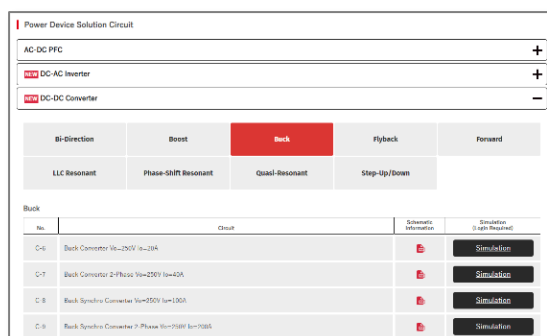

Figure 2. ROHM ホームページの ROHM Solution Simulator ページから回路図を選びます
1. ROHM ホームページの ROHM Solution Simulator ページから回路図を選びます (Figure 2)。